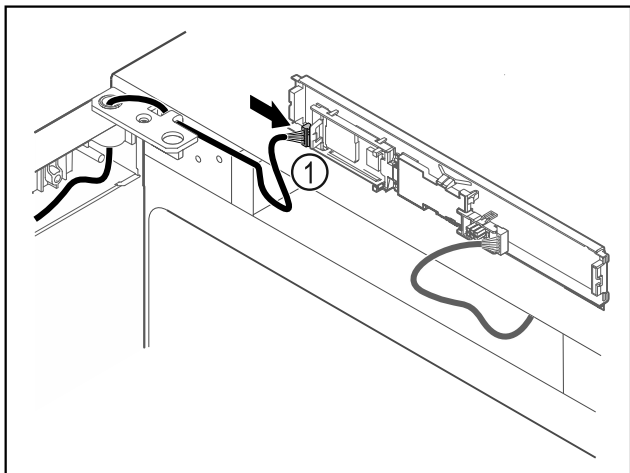

Fig. 65
- ▶ Introduceți fișa Fig. 65 (1) la placa electronică.